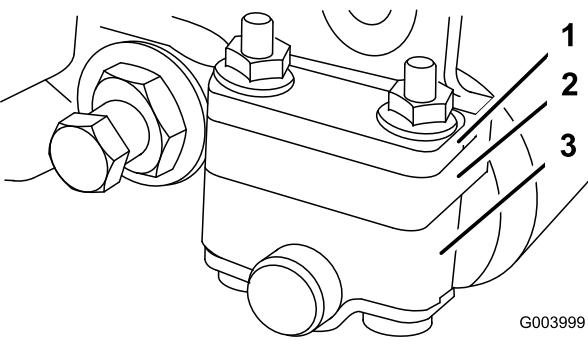

図 48
1. 使用する刈高範囲に合わせて後ローラ・ブラケットの取り付け位置を上位置または下位置に変更する（図 48 and 図 49）。